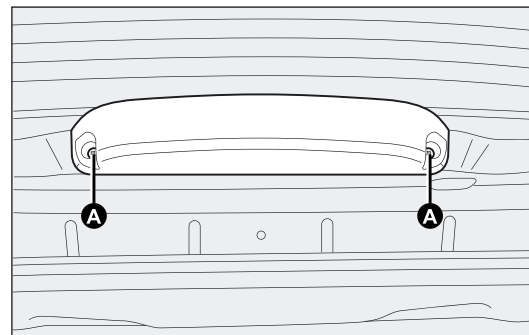

fig. 158
- ☐ bij de uitvoeringen met achterklep; draai de twee schroeven A-fig. 158 los en verwijder de unit;